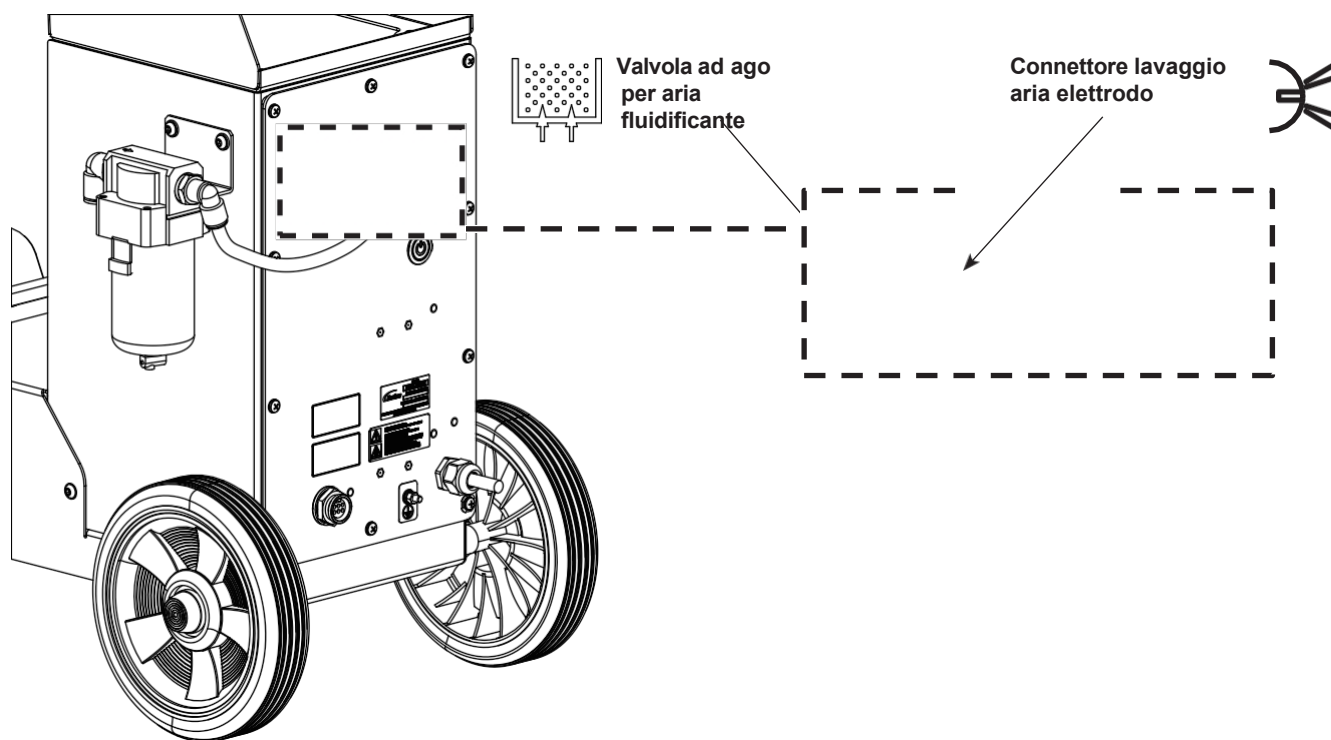

Figura 4-2 Elettrodo Posizione della valvola di lavaggio e fluidificazione dell'aria (illustrata senza valvola di controllo del flusso)
Vedere la Figura 4-2. Utilizzare la valvola a spillo dell'aria di  per regolare la pressione dell'aria di fluidizzazione al minimo possibile: 0,07-0,14 bar (1-2 psi).
Vedere Figura 4-2. Utilizzare la valvola a spillo dell'aria di fluidificazione  per regolare la pressione dell'aria di fluidificazione in modo che la polvere nella tramoggia "bolla" delicatamente. L'aria di fluidificazione fa aumentare il volume della polvere.
Vedere la Figura 4-2. L'aria di lavaggio dell'elettrodo lava continuamente l'elettrodo della pistola a spruzzo per evitare che la polvere si accumuli su di esso. L'aria di lavaggio dell'elettrodo si attiva e si disattiva automaticamente quando la pistola a spruzzo viene attivata e disattivata.
- Vedere Figura 4-2. Utilizzare la valvola a spillo dell'aria di fluidizzazione  per regolare la pressione dell'aria di fluidizzazione in modo che sia sufficiente a far "bollire" delicatamente la polvere nella tramoggia. L'aria di fluidificazione fa aumentare il volume della polvere.